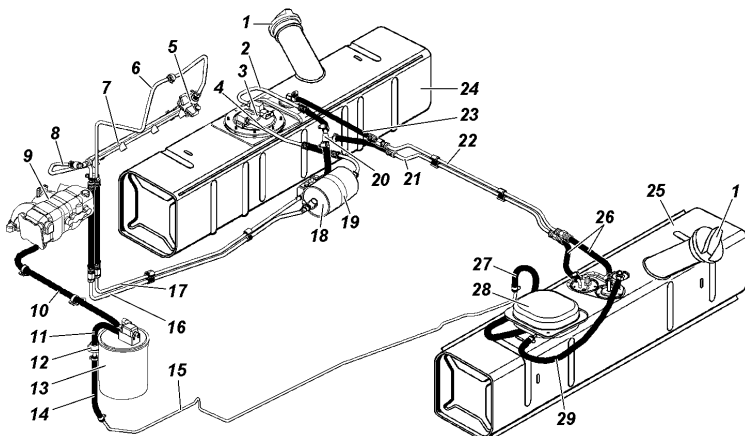
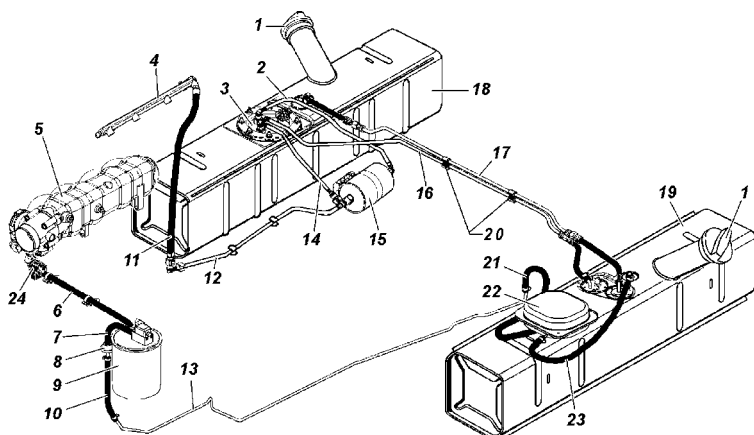

Рис. 9.27. Схема системы питания двигателя топливом
Рис. 9.28. Схема системы питания двигателя топливом
Топливные баки 24, 25 (рис. 9.27) и 18, 19 (рис. 9.28). Обслуживание топливных баков заключается в периодической промывке фильтра электробензонасоса (правый бак) и промывке самих баков.
- откройте люк в полу кузова над электробензонасосом (погружным модулем) 3 и отверните болты крепления сепаратора 28 (рис. 9.27) или 22 (рис. 9.28) и выньте его, отсоедините от него шланги;
Электробензонасос погружного типа с датчиком указателя уровня топлива 3 (рис. 9.27).
На автомобилях экологического класса 3 установлен погружной модуль 3 (рис. 9.28), включающий в себя электробензонасос погружного типа, струйный насос и регулятор давления и датчик указателя уровня топлива.